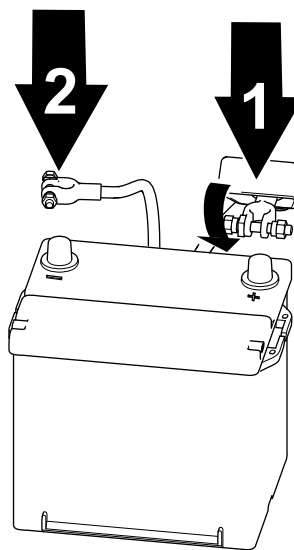

Figura 63
1. Conecte el cable positivo a la batería y apriete la tuerca de pinza de la batería (Figura 63).
2. Conecte el cable negativo a la batería y apriete la tuerca de pinza de la batería (Figura 63).